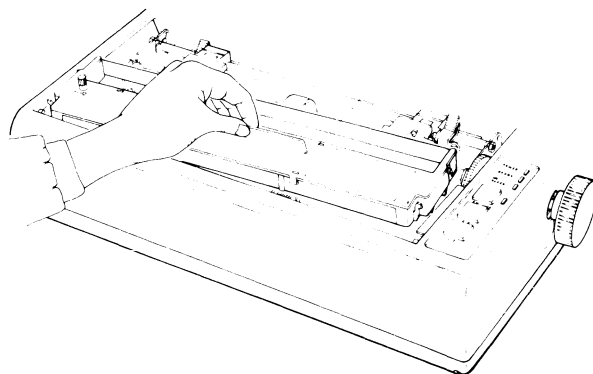

Fig 2.4 Isättning av färgband
- 3) Skjut ned kassetbandet och placera det på skrivarmekanismen. Se fig 2.4.